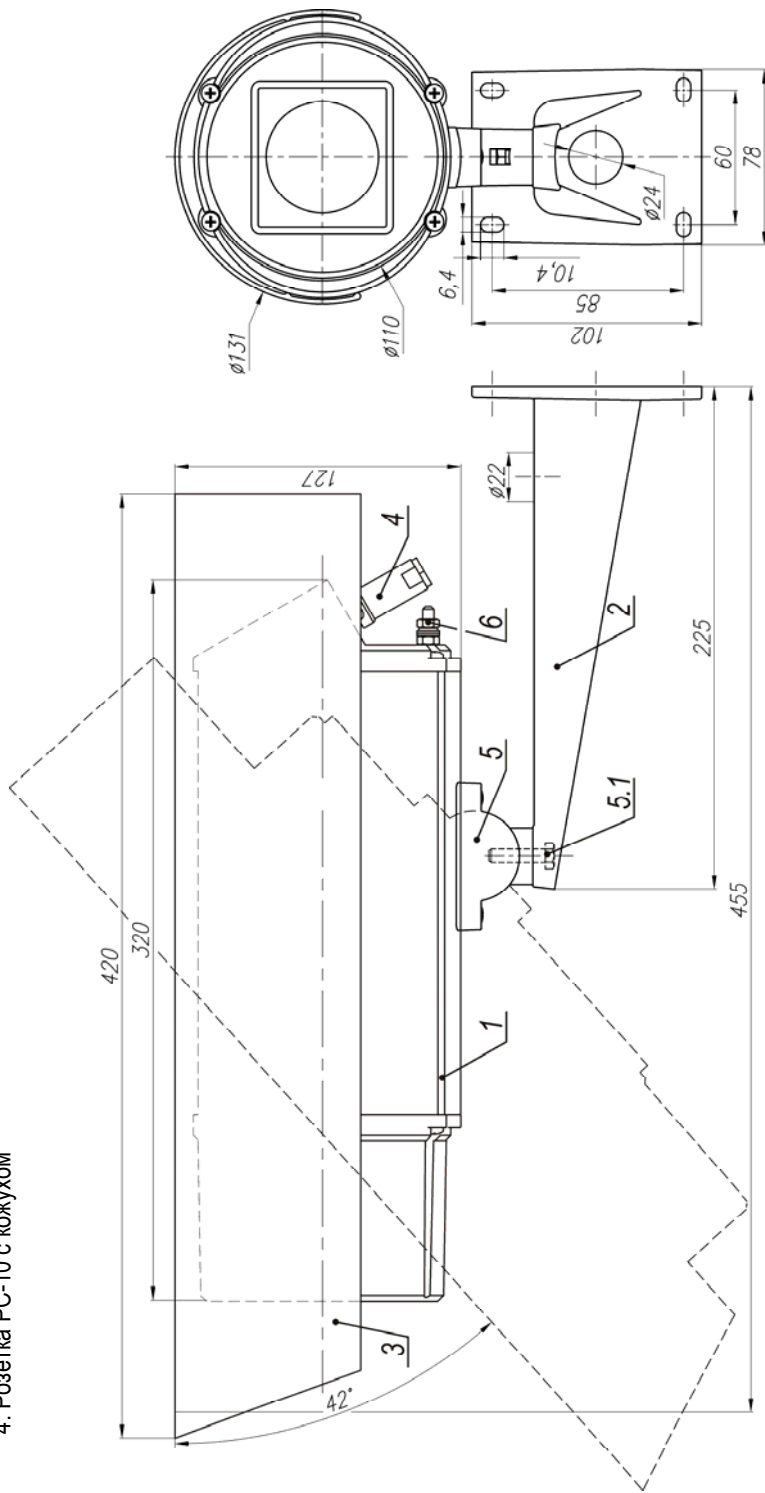

Рис.1 Состав и габаритно-установочные размеры ТВК-90 PoE
9. Габаритные размеры см. рис.1
Состав изделия: (см. рис.1)
3. Ослабив болт фиксации шарнира (поз.5.1 рис.1), установить гермобокс на нужное направление обзора, после чего надежно зафиксировать шарнир затянув болт.
4. Заземлить гермобокс с помощью болта заземления (поз.6 рис.1).